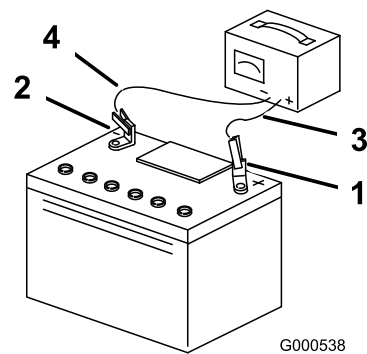

Figura 3
4. Conecte un cargador de batería de 3 a 4 amperios a los bornes de la batería. Cargue la batería a un ritmo de 3 a 4 amperios durante 4–8 horas (Figura 3).